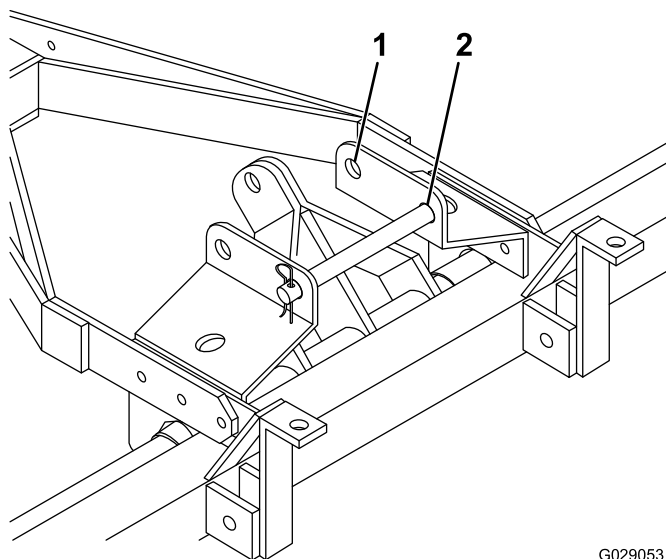

図 10
1. ロックピンを後ろエアレーション位置にセットする 図 10。
6. モデル 44856 は、牽引時にロックピンを前穴に入れる 図 10。